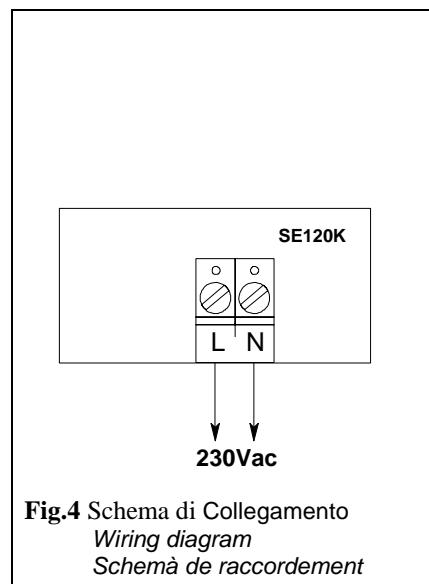

Fig.4 Schema di Collegamento
Fig. 4 shows, the power supply connection diagram. The gas detector must be connected directly to the main power supply using fuse connection (without switch).
- 1) Préparer deux trous écartés de 70mm dans le mur (A)
- 2) Insérer les deux chévilles de Ø6mm en dotation (B)
- 3) Fixer l'étrier à l'aide des deux vis TC3,5x35 mm (C)
- 4) accrocher le détecteur sur l'étrier (D).
- La figure 4 illustre le schéma de raccordement à l'alimentation. Le détecteur de gaz doit être connecté directement à l'alimentation principale à l'aide d'une connection avec fusible sans interrupteur.